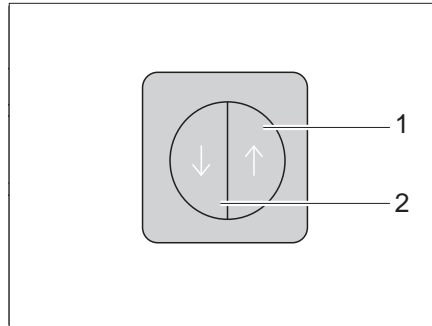

Fig. 102 Interruttore per la chiusura centralizzata del blocco cucina
Il blocco cucina è dotato di una chiusura centralizzata. Gli sportelli e i cassetti del blocco cucina possono essere bloccati e sbloccati manualmente con l'interruttore (Fig. 102).
- Bloccaggio* ■ Premere l'interruttore (Fig. 102,2). Gli sportelli e i cassetti del blocco cucina sono bloccati.
- Sbloccaggio* ■ Premere l'interruttore (Fig. 102,1). Gli sportelli e i cassetti del blocco cucina sono sbloccati.